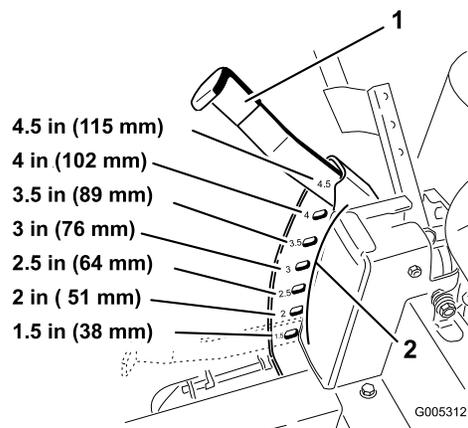

Figure 16
1. Relevez le levier de sélection de hauteur de coupe en position de transport, à la position de réglage 4,5 (qui correspond aussi à la hauteur de coupe de 115 mm [4-1/2 pouces]) (Figure 16).